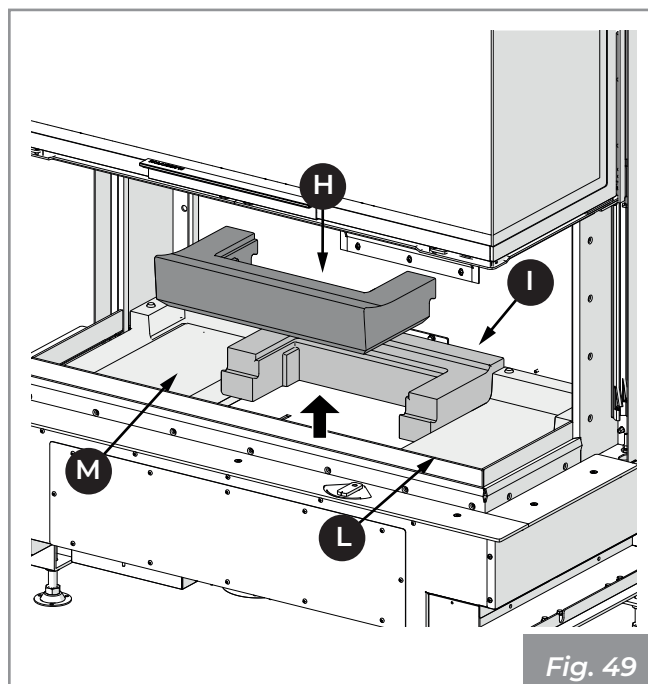

Fig. 49
- 6) Soulever et extraire dans l'ordre les bases en réfractaire (H, I, L, M) de la base et aspirer la cendre éventuellement présente dans les compartiments situés en dessous (Fig. 49).